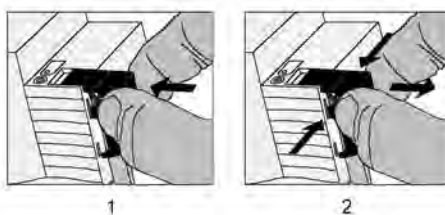

Figura 8: Colocación / retirada de la tapa para la conexión del bus
- Para colocar la tapa: deslícese sobre el terminal del bus hasta que se aprecie que queda encajada (figura 8).
- Para retirar la tapa: presiónese suavemente hacia un lado y sáquese hacia delante (figura 8).